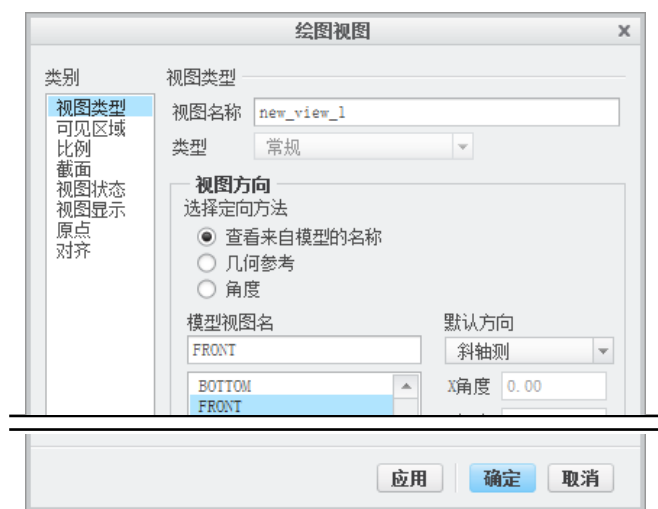

图 3.9.3 定义视图类型
Step2. 定义视图类型。在对话框的 **视图方向** 区域中选中 ☒ **查看来自模型的名称** 单选项，在 **模型视图名** 下拉列表中选择 **FRONT** 选项，此时“绘图视图”对话框如图 3.9.3 所示，单击 **应用** 按钮，系统则按 FRONT 的方位摆放主视图。